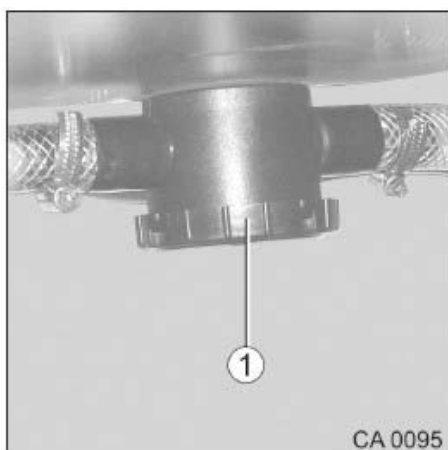

Fig. 160 Siphon
Pour éviter des mauvaises odeurs émanant de l'installation des eaux usées, le camping-car est équipé de siphons (Fig. 160/1).
2. Dévisser le couvercle (Fig. 160/1).
4. Revisser le couvercle (Fig. 160/1) sur le siphon.